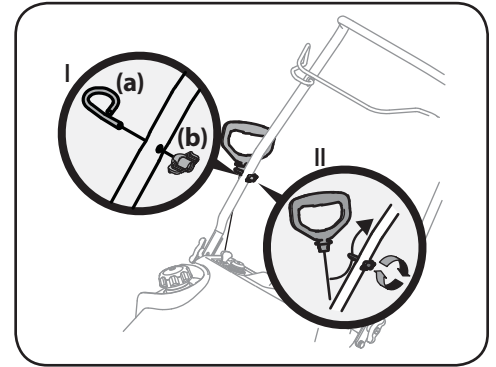

Figure 2-15
2. Placez le boulon à œil (a) et le bouton de la poignée (b) sur la poignée supérieure. Voir Figure 2-15. Ne serrez pas complètement la quincaillerie avant d'être invité à le faire.
4. Glissez la corde du lanceur à rappel dans le boulon à œil (a) de l'arrière de la souffeuse. Voir Figure 2-15 (II).